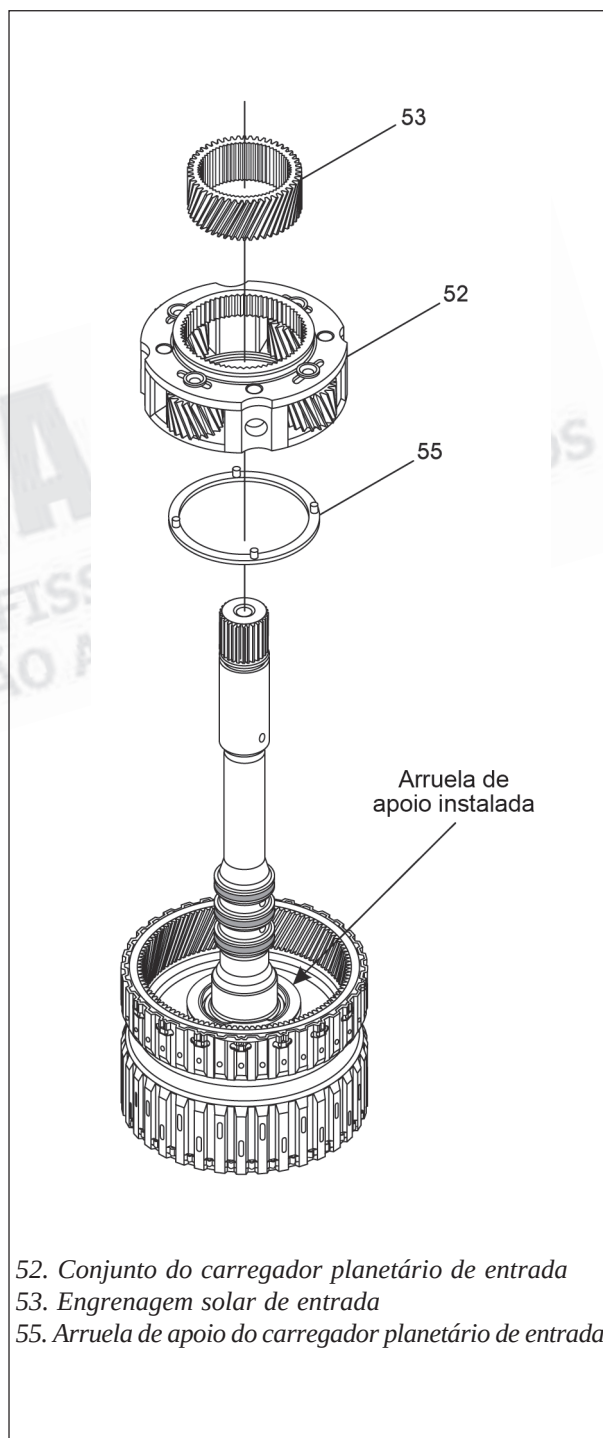

Figura 161
17. Instale a arruela de apoio na parte traseira do carregador planetário, conforme mostra a figura 161, e fixe-a com uma pequena quantidade de vaselina neutra.
18. Instale o carregador planetário de entrada e arruela de apoio na engrenagem anelar, conforme mostra a figura 161, com um movimento de rotação.